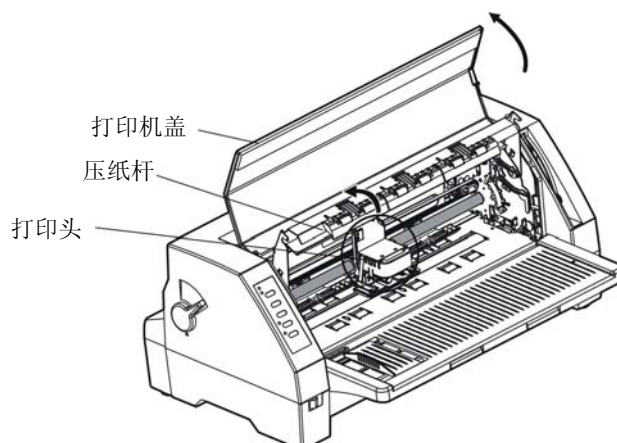

图 2-6 打开打印机盖
3. 向外拉起压纸杆，将其置于打印机前上方（如图 2-6 所示）。